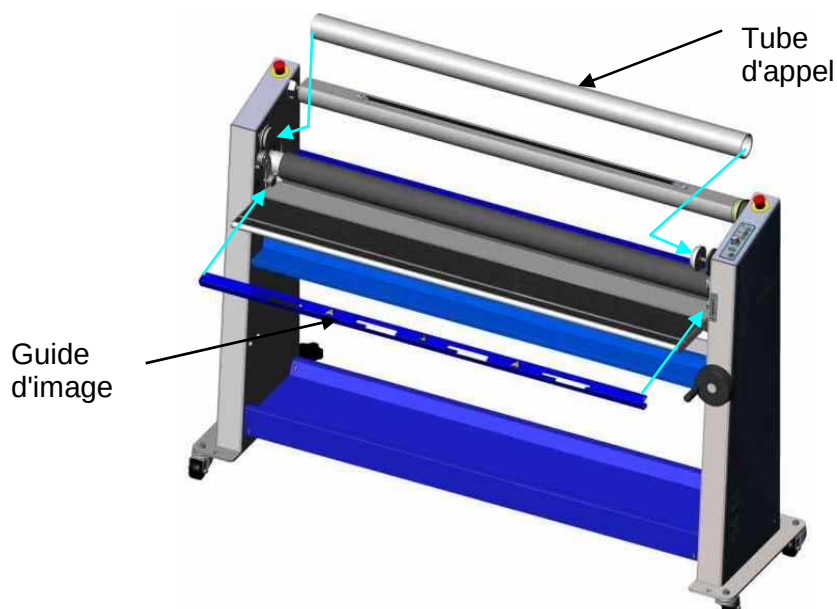

Figure 5
2. Installez le guide d'image sur la table comme indiqué à la figure 5.
3. Placez tout d'abord le tube d'appel sur le ressort de compression du côté droit, puis insérez le côté gauche sur l'entraînement (figure 5).